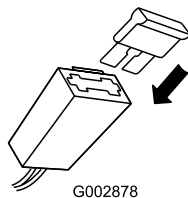

**Bild 24**
2. Setzen Sie die Sicherung in den Sicherungshalter ein (Bild 24).